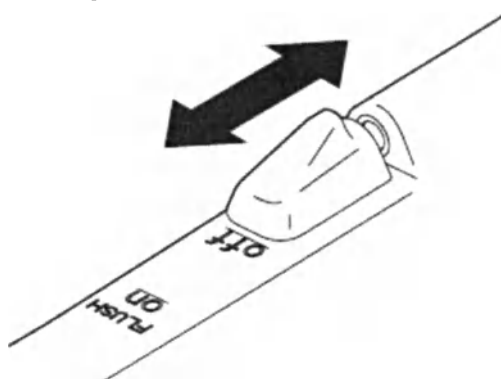

Рисунок 2. Переключатель промывания
9. Используя переключатель промывания (рисунок 2), обеспечьте орошение кончика режущего инструмента по мере необходимости (см. Таблицу 1).